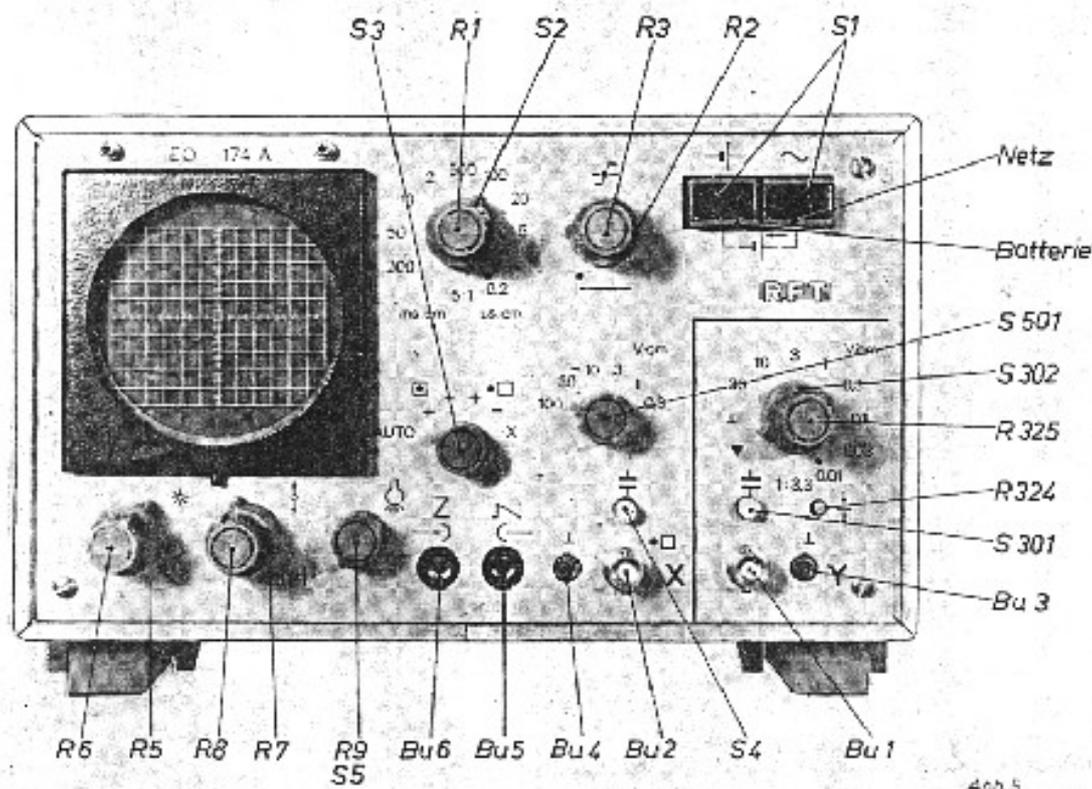

Abb. 5
**5.3. Anordnung und Zweck der Betätigungs- und Anschlußelemente (Anordnung gemäß Abb. 5)**